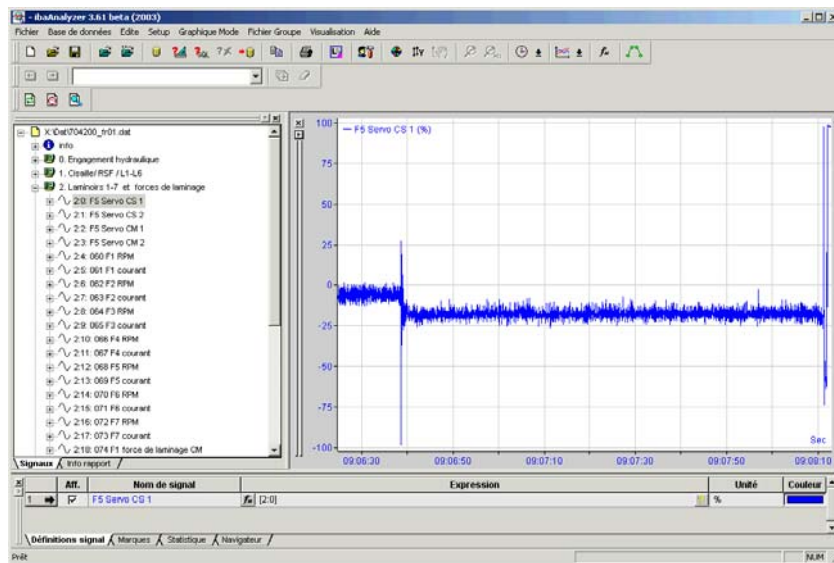

Fig.55 Représenter le premier signal
- Sélectionner le premier signal:** il suffit de déplacer le signal souhaité vers une zone libre dans la fenêtre enregistreur. (Fig.55)